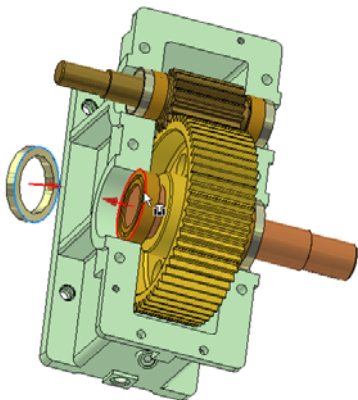

图 10-27 插入约束示意图
①单击【装配】标签栏【零部件】面板上的【放置】工具按钮, 打开【打开】对话框, 选择两种不同类型的定距环零件(文件名为“定距环 1.ipt”和“定距环 2.ipt”), 将其装入到当前工作环境中, 每种零件装入两个。
②单击【装配】标签栏【位置】面板上的【约束】工具按钮, 打开【放置约束】对话框, 装配类型选择为【插入】选项, 选择定距环的一个侧面和对应装配位置轴承的一个侧面作为配合面, 如图 10-27 所示。